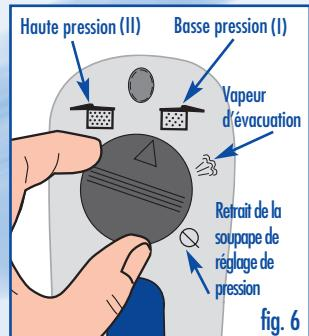

fig. 6
Haute pression (II), Basse pression (I) (voir fig. 6)
Positionnez le bouton sur « vapeur d'évacuation » (voir fig. 6, page 31). La vapeur s'échappe. Veuillez attendre que la soupape de sécurité se rabatte et que le bouton de déverrouillage provoque l'ouverture de l'autocuiseur. Mettre ce bouton en direction du pot et ouvrir le couvercle en tournant à droite.
Pour laver le joint d'étanchéité, veuillez enlever la soupape de régulation de pression (voir fig. 6, page 31).